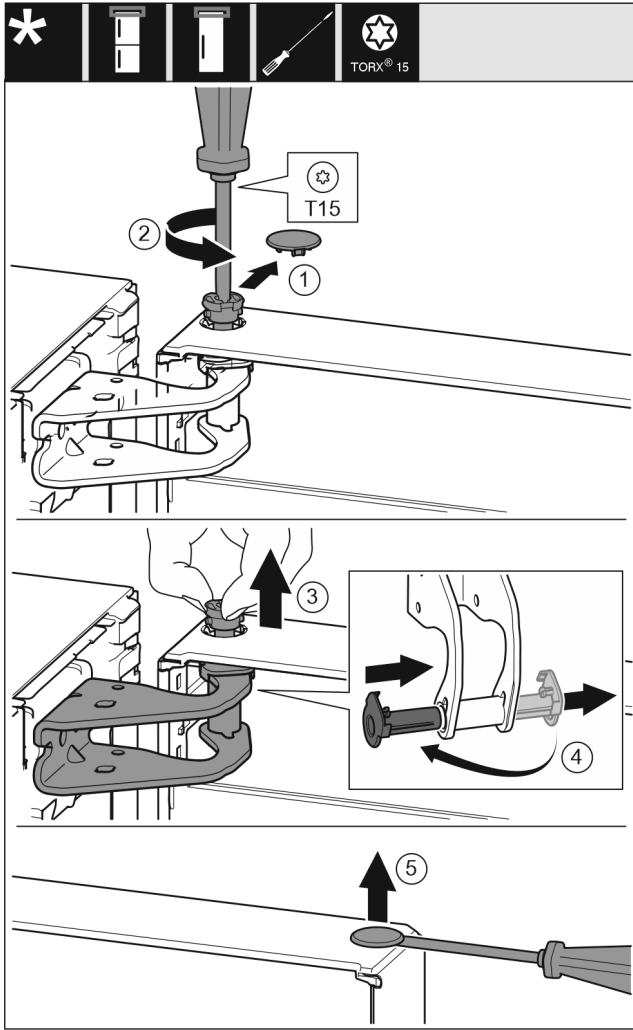

Fig. 7
- ▶ Vedä suojakansi varovasti irti. Fig. 7 (1)
- ▶ Kierrä tappia T15-ruuvimeisselillä hieman ulos. Fig. 7 (2)
- ▶ Pidä kiinni ovesta ja vedä tappi ulos sormien avulla. Fig. 7 (3)
- ▶ Vedä laakeriholkki ulos ohjaimesta. Aseta toiselta puolelta paikoilleen ja anna lukittua. Fig. 7 (4)
- ▶ Kohota ovilaakeriholkin nastaa varovasti uraruuvimeisselillä ja vedä se ulos. Fig. 7 (5)